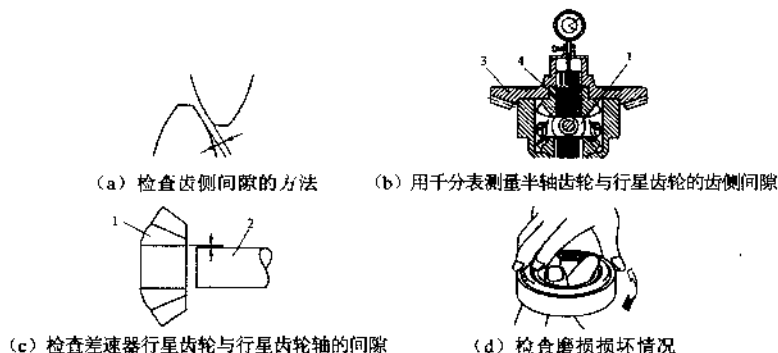

图 5.19 行星齿轮变速器齿轮、轴承的检查
行星齿轮变速器齿轮与轴承的检查如图 5.19 所示。
① 检查滚针轴承、止推滚针轴承以及各轴承的磨损与损坏,必要时应更换。
② 检查单向离合器,将单向离合器装到行星齿轮支架上,固定住单向离合器的外圈,行星齿轮支架往一个方向可以自由转动,往另一个方向应不能转动,否则表示单向离合器损坏,应更换。
③ 检查大太阳轮、小太阳轮、齿圈和行星齿轮支架上各齿轮的磨损和损坏程度。检查输出轴、中间轴、涡轮轴的直线度,弯曲严重的要更换。检查行星齿轮应能在行星齿轮支架上转动自如。
④ 安装滚针轴承时,有标志的一面(壁厚度大的钢板)朝向安装工具。检查垫圈是否有毛刺或损坏,只允许用完好无损的调整垫圈。检查所有轴套的磨损并更换。
⑤ 检查主动齿轮、被动齿轮、主减速器小齿轮及主减速器大螺旋齿轮 3 的磨损和损坏。
- 检查主动齿轮与被动齿轮之间的齿侧间隙,可用固定一个齿轮,转动另一齿轮的方法用千分表检测,如图 5.19 (a) 所示,标准值为 $0.05\text{mm} \sim 0.1\text{mm}$,使用极限为 0.2mm 。
- 半轴齿轮 4 与行星齿轮 1 的齿侧间隙可用千分表测量,采用半轴齿轮蹿动的方法进行测量,如图 5.19 (b) 所示,过大时可更换组合式止推垫片。
- 检查差速器行星齿轮 1 与行星齿轮轴 2 的间隙,标准值为 $0.05\text{mm} \sim 0.08\text{mm}$,使用极限为 0.15mm ,如图 5.19 (c) 所示。
⑥ 检查主动齿轮小齿轮轴及差速器的圆锥滚柱轴承的磨损损坏情况,如图 5.19 (d) 所示,必要时进行更换。
⑦ 安装变速器轴承时应用变速器油润滑轴承。测量摩擦力矩时,润滑要特别仔细。圆锥滚柱轴承安装前应将其内圈加热到约 100°C 。相同尺寸的轴承外圈和内圈不可互换。同一轴上的圆锥滚柱轴承应同时更换并使用同一厂家的产品。